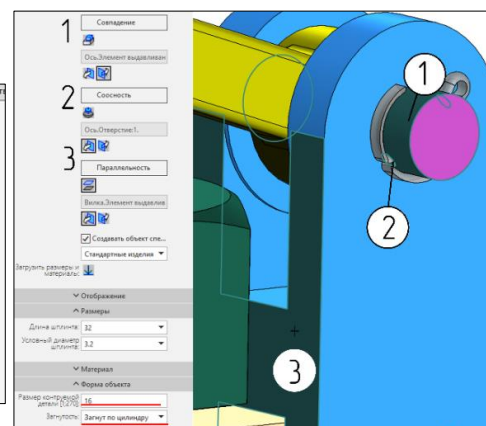

Рис. 204
Укажите поверхность для построения сопряжения *Совпадение* – цилиндрическую грань оси (1) (рис. 204). Укажите соосную шплинту поверхность отверстия (2) и плоскую грань вилки (3) для задания ориентации шплинта. Завершите создание элемента и создайте объект спецификации.